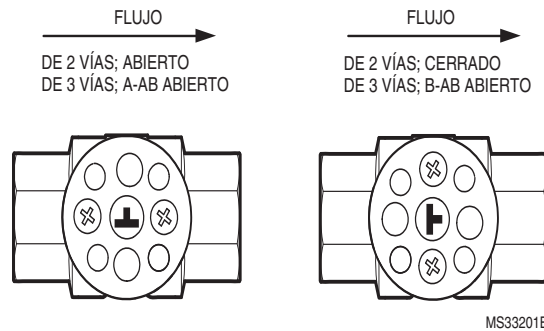

Fig. 33.
3. Extraiga el actuador. Asegúrese de que la válvula esté cerrada. El símbolo T en el vástago debe estar orientado como se muestra en el dibujo de la derecha de la Fig. 33 a continuación.
7. Inserte el vástago nuevo. Asegúrese de alinear la llave en la parte inferior del vástago con la ranura en la bola y de que el símbolo T del vástago nuevo esté alineado exactamente como el anterior (como se muestra en el dibujo de la derecha en la Fig. 33 más abajo).